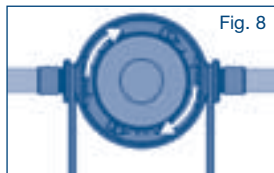

Fig. 8
2. Quatre possibilités de réglage existent pour le bypass. Le réglage usine du bypass est « 2 ». Le réglage du bypass/coupage peut s'effectuer par rotation du bouchon de la tête de filtre (voir la fig. 8). Tournez le bouchon vers la gauche ou la droite jusqu'à ce que le repère soit pointé sur la valeur souhaitée et que le bouchon s'enclenche.